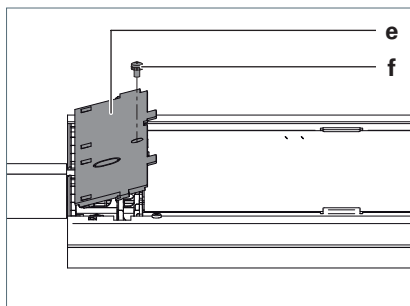

Fig. 15: Abdeckung montieren.
- Setzen Sie eine Abdeckung **e** mit den Haken an der Unterseite der Abdeckung in die Ösen am Leuchtenkopf und drücken Sie die Abdeckung fest, siehe Fig. 15.